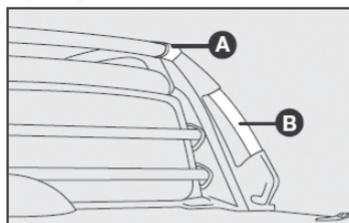

fig. 124
Para subir al compartimiento de carga con más facilidad, con el objetivo de arreglar la carga, utilice el asidero de apoyo B-fig. 124, pisando en el estribo lateral metálico. No pise en la región inferior a la tapa del depósito de combustible.
**⚠** No utilice los asideros de apoyo B-fig. 124 para atar objetos.